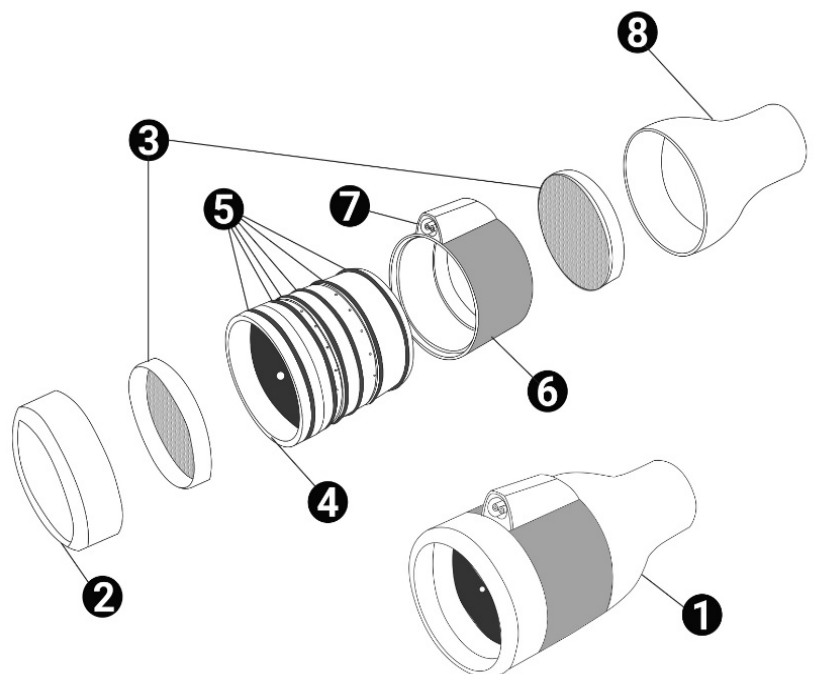

Abbildung 2: Messkopfmontage
4. Siehe Abbildung 2: Messkopfmontage für die Positionierung der Teile zum Wiederzusammenbau.
2. Setzen Sie die Filtersiebe am Messkopfkonus und an der Messkopfkappe ein, wie in Abbildung 2 dargestellt.